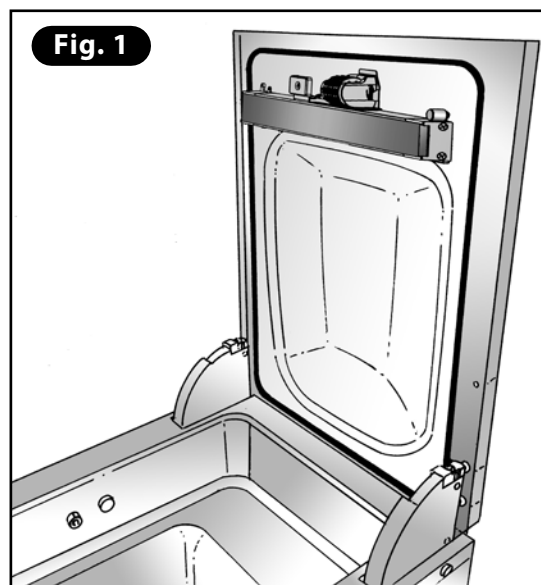

Fig. 1
- 1) Ouvrir le couvercle en plexiglas en position d'ouverture maximale (95°) (**Fig. 1**).